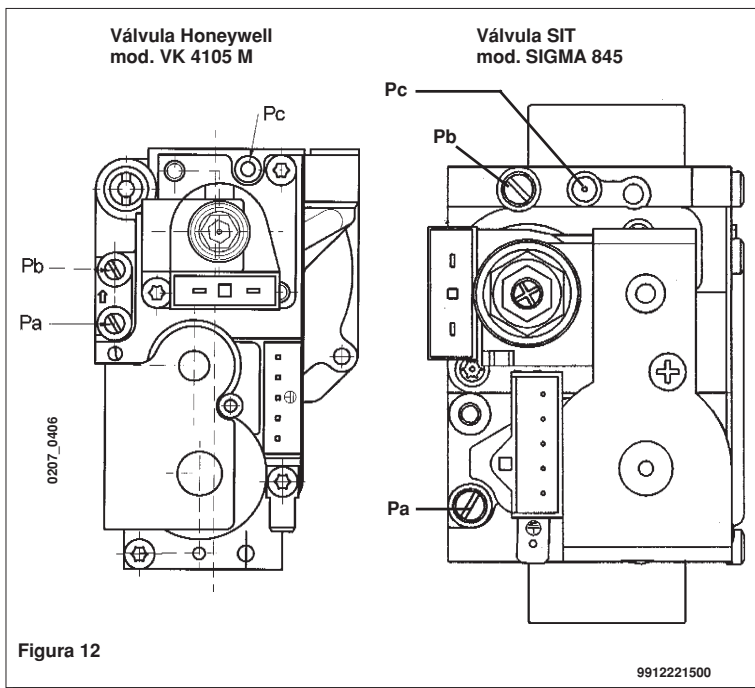

Figura 12
As modalidades de ajuste do regulador de pressão são levemente diferentes conforme o tipo de válvula do gás utilizada (HONEYWELL ou SIT, ver figura 12).
- ligar a tomada de pressão positiva de um manómetro diferencial, possivelmente de água, à tomada de pressão (Pb) da válvula do gás (figura 12). Ligir, somente para os modelos a compartimento estanque, a tomada negativa do mesmo manómetro a um especial "T" que permita ligar a tomada de compensação da caldeira, a tomada de compensação da válvula do gás (Pc) e o próprio manómetro. (Uma medição igual pode ser efectuada ligando o manómetro à tomada de pressão (Pb) e sem o painel frontal do compartimento estanque);
- verificar que a pressão dinâmica de alimentação da caldeira, medida na tomada de pressão (Pa) da válvula do gás (figura 12), seja a correcta (30 mbar para el gas butano, 37 mbar para el gas propano o 20 mbar para el gas natural);